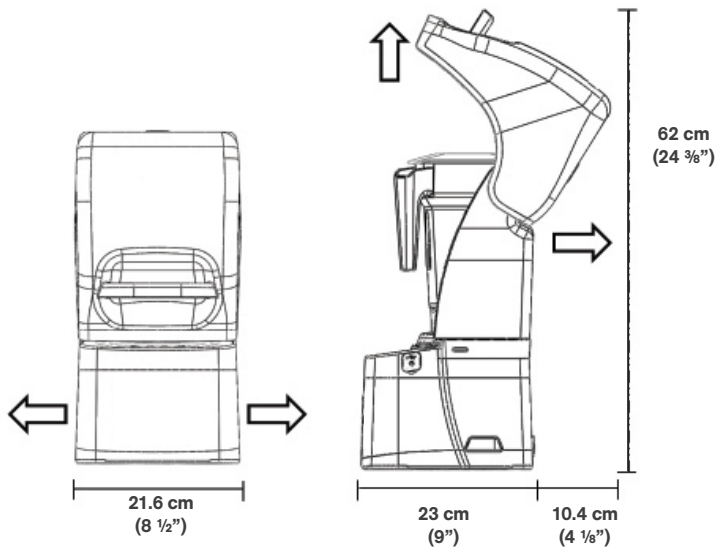

Figura 1. Dimensiones de la Stealth 875
- Asegúrese de que hay suficiente espacio por encima y alrededor de la unidad para permitir el movimiento sin obstáculos del aislamiento acústico (véase la Figura 1 para consultar las mediciones).
Nota: Puede ubicar su Stealth 875 de Blendtec en el mismo espacio que la anterior licuadora Blendtec en el mostrador. Sólo recuerde asegurarse de que haya el espacio apropiado para el aislamiento acústico (véase la Figura 1 para consultar las mediciones).